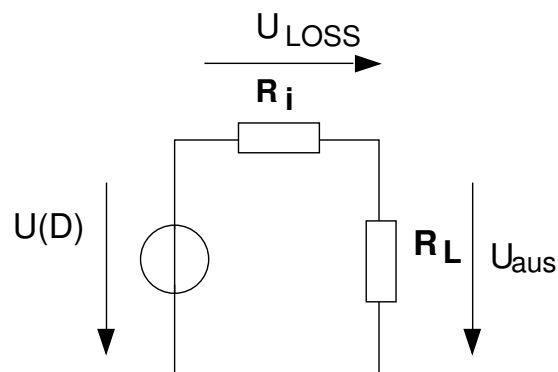

Abbildung 3.10: Spannungsquelle mit Innenwiderstand.
11. Berechnen Sie den Innenwiderstand des Netzteils ohne Regelung. Benutzen Sie dazu Abb. 3.10.  $U(D)$  ist bei beiden Messungen gleich. Gemessen wurden folgende Werte:
12. Berechnen Sie nun den Innenwiderstand mit Regelung. Hinweis: Benutzen Sie  $\frac{\Delta U_{aus}}{\Delta R_L}$  aus der Berechnung des kompletten Regelkreises und Abb. 3.10. Nehmen Sie für die Amplitude  $A$  des Sinus 100 mV an.